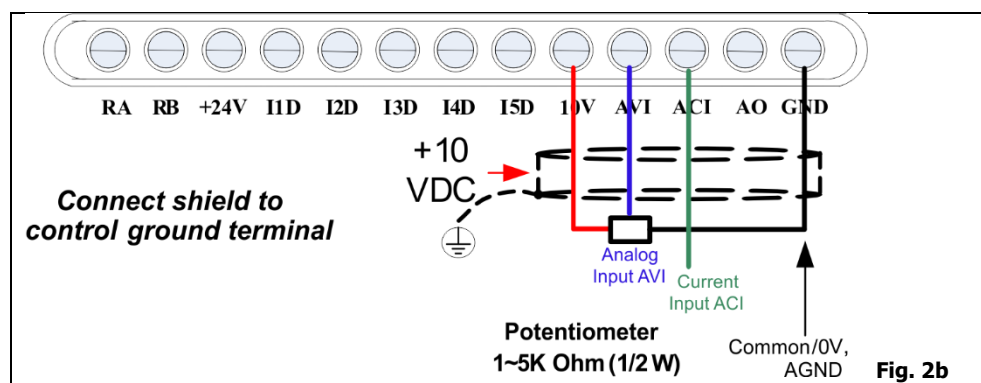

Fig. 2b
- Réaliser les connexions comme présenté ci-dessous dans la fig. 2b.